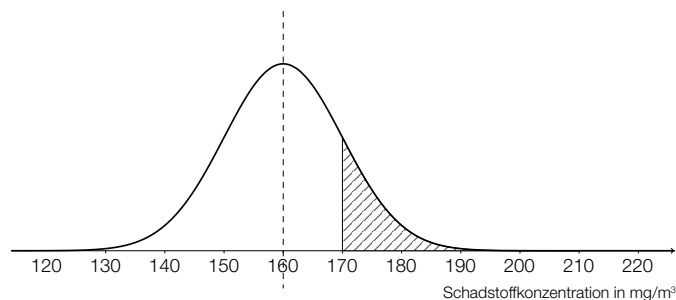
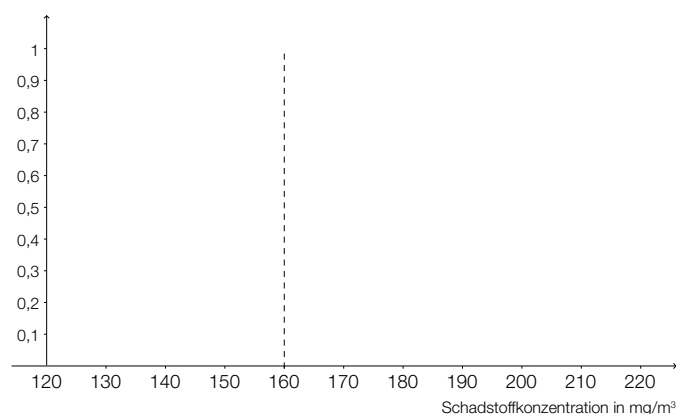

Abbildung 1
Abbildung 2
b) Die Verteilung der Schadstoffkonzentration kann sowohl mithilfe der Dichtefunktion als auch mithilfe der Verteilungsfunktion der Normalverteilung beschrieben werden. In der nachstehenden Abbildung 1 ist der Graph der Dichtefunktion dargestellt.
- Zeichnen Sie den Graphen der zugehörigen Verteilungsfunktion in Abbildung 2 ein. [1 Punkt]
- Veranschaulichen Sie die in Abbildung 1 schraffiert dargestellte Wahrscheinlichkeit in Abbildung 2. [1 Punkt]